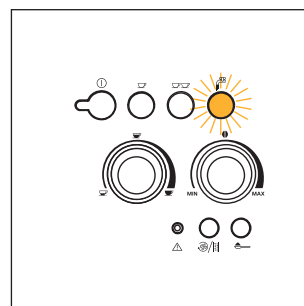

Рис. 22
- Под насадку поставьте пустую емкость, рис. 3. Поверните ручку пара до упора на половину оборота против часовой стрелки (индикатор  начнет мигать, рис. 22). Несколько секунд сливайте воду, перемешанную с паром пока не пойдет один только пар.